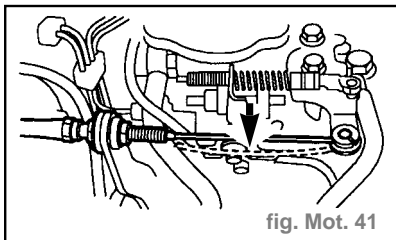

fig. Mot. 41
- Le levier de papillon s'appuyant contre sa vis de butée, un jeu correct du câble correspond à une flèche de **4 mm** du câble (fig. Mot. 41).